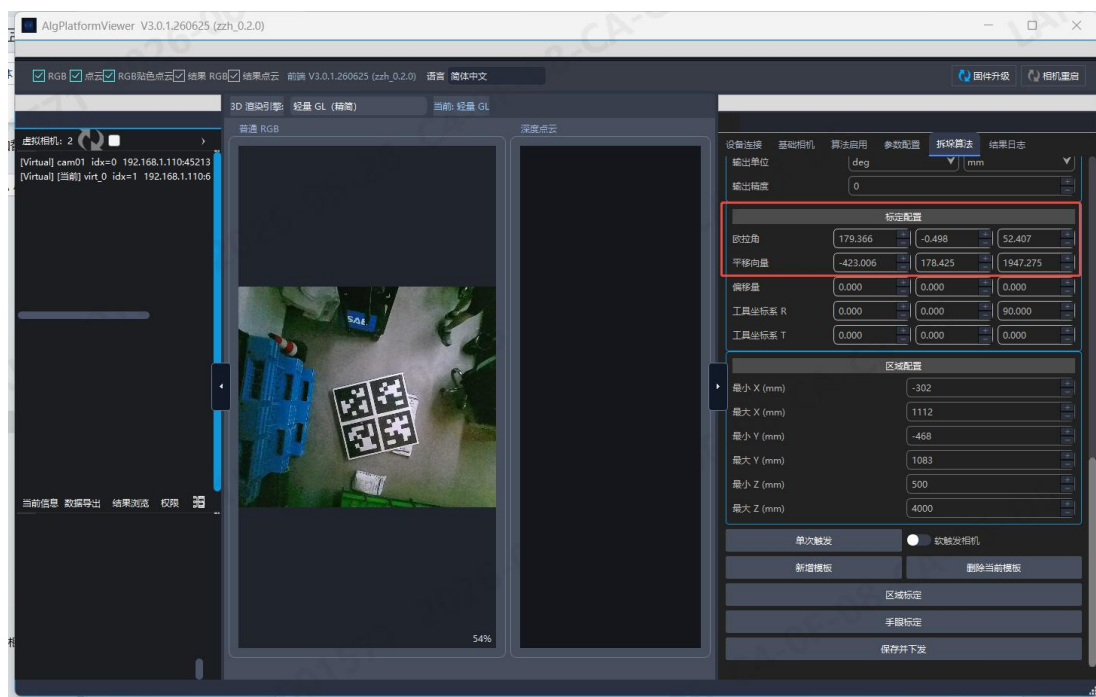

图 9 固定偏差修正（欧拉角 / 平移向量）
- 计算两者的固定偏差，在「标定配置」的「欧拉角」与「平移向量」中填入补偿值（见图 9 红框，分别对应 X / Y / Z 三轴），完成纠偏。